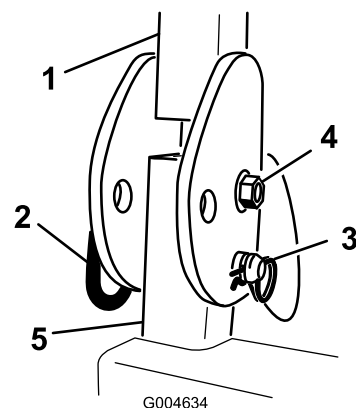

Figura 14
16. Instale el perno, la tuerca, el pasador de horquilla y la chaveta que sujetan cada conjunto ROPS a los postes del ROPS (Figura 14).